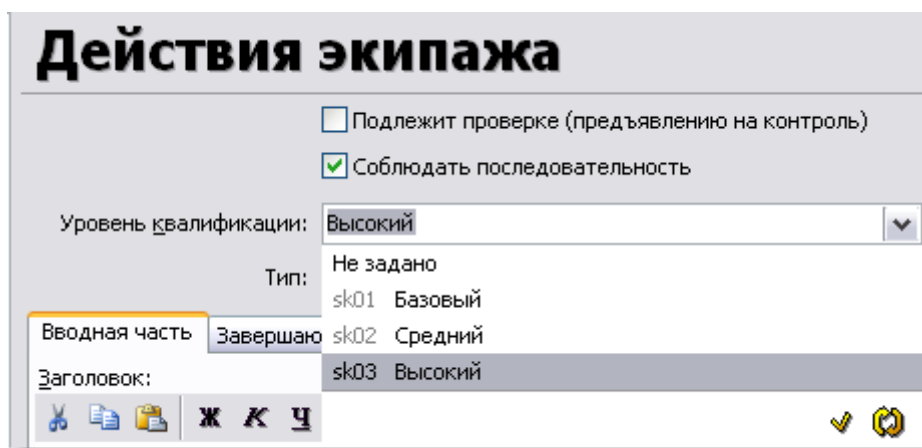

Рис. 13.8
3. В поле **Уровень квалификации** выберите из выпадающего списка уровень квалификации членов экипажа, необходимый для выполнения действий (Рис. 13.8).